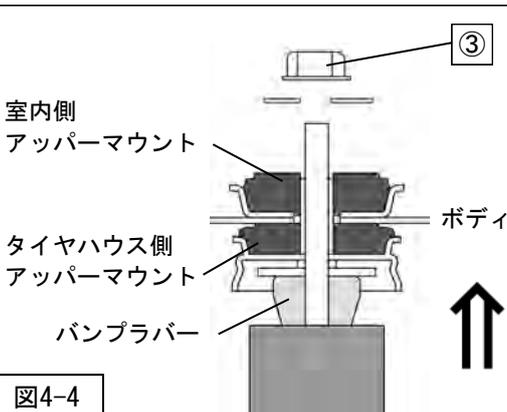

図4-4
5. ジャッキをストロークさせ、タイヤハウス側アップアマウントをバンブラバーで押し、シャフト先端を室内側アップアマウントから出してください。（図4-4）